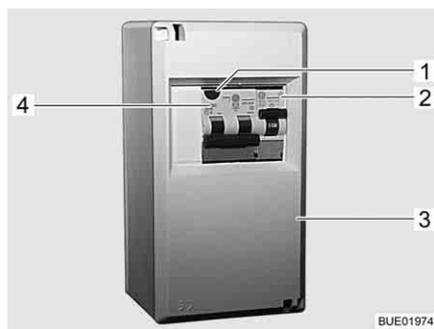

Fig. 174 Coffret de fusibles 230 V
Un disjoncteur différentiel/de protection de circuit combiné (Fig. 174,4) dans le coffret de fusibles (Fig. 174,3) protège tout le véhicule contre le courant différentiel (0,03 A).
Sur les véhicules possédant un équipement spécial (tel que la climatisation), un disjoncteur de protection de circuit supplémentaire (10 A) (Fig. 174,2) protège l'appareil.
- Lorsque le véhicule est raccordé à l'alimentation 230 V, appuyer sur la touche de contrôle (Fig. 174,1). Le disjoncteur différentiel doit se déclencher.